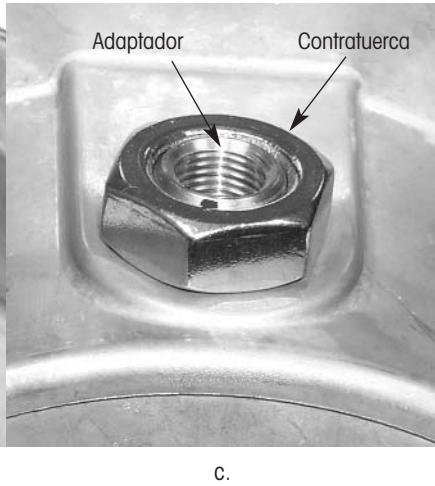

Figura 18. Ensamble del adaptador con la tapa de la maza
- Alinee la parte plana del adaptador con la parte plana antirotación de la tapa (figura 18).
Observe el indicador de orientación en la parte superior de las cuerdas del adaptador (figura 18 vista a). Use este indicador (algunos modelos tienen un punto, otros tienen un corte) para orientar correctamente el adaptador en el agujero de la tapa de la maza. Cuando la parte plana en el adaptador esta alineada correctamente con la parte plana antirotación en la tapa de la maza, el indicador de orientación estará apuntando hacia afuera (figura 18 vista b).
Coloque la contratuerca de seguridad y apriete a mano. Cuando este asentada correctamente, la parte superior del adaptador estará al ras (ó un poco arriba) de la parte superior de la contratuerca cuando se aprieta a mano (figura 18 vista c)